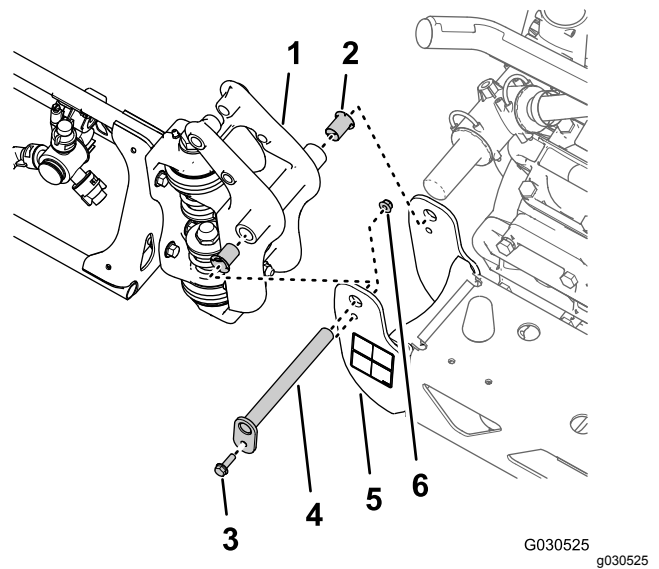

Figura 74
1. Retire el perno con arandela prensada (5/16" x 1") y la contratuerca con arandela prensada (5/16") que sujetan el pasador de giro al soporte de giro (Figura 74).
2. Retire el pasador de giro del soporte de giro de la sección de brazo central y del acoplamiento de giro de la sección de brazo exterior (Figura 74).
3. Separe la sección de brazo exterior de la sección de brazo central y retire la sección exterior de la máquina (Figura 74).
4. Retire los dos casquillos con brida de nylon del acoplamiento de giro de la sección de brazo exterior (Figura 74).